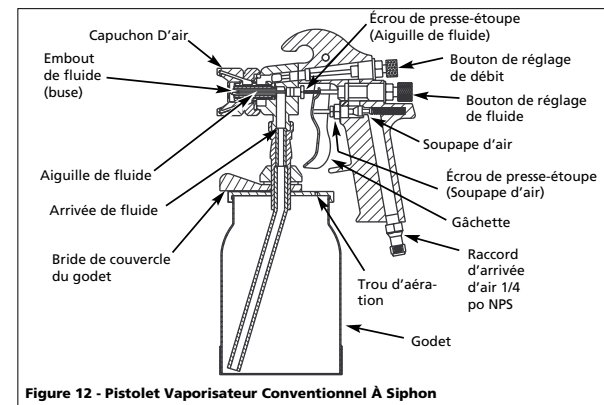

Figure 12 - Pistolet Vaporisateur Conventionnel À Siphon
- Desserrer les écrous de presse-étoupe. Remplacer le presse-étoupe SEULEMENT si la fuite ne peut pas être étanchée en resserrant l'écrou. (Voir Figure 12). Ne pas trop serrer un écrou de presse-étoupe, ceci peut limiter le déplacement de l'aiguille.